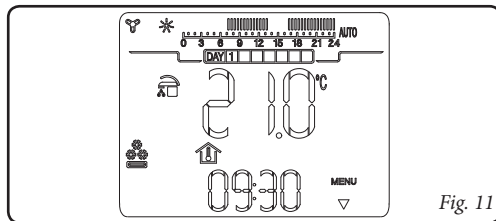

Fig. 11
- **Modalità raffrescamento** (❄️). In modalità raffrescamento la caldaia è abilitata per la produzione di acqua calda sanitaria e al controllo di una motocondensante esterna (solo per modelli predisposti) per il raffrescamento di ambienti. In modalità “raffrescamento” il CAR v2 può funzionare in modo automatico o manuale per la descrizione del funzionamento vedi capitolo 7. Sul display viene visualizzato il giorno e l’ora corrente, la temperatura ambiente e la barra oraria con la programmazione giornaliera del timer raffrescamento unitamente ai relativi simboli (fig. 11).